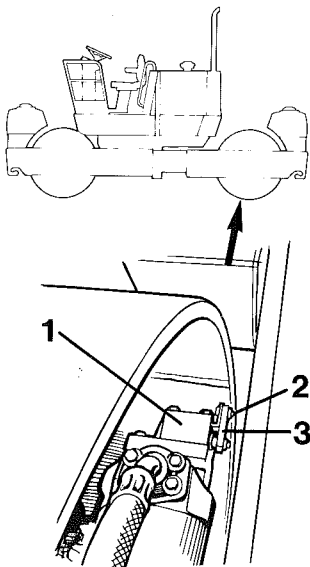

Fig 19
- Ta bort skruven (2) på spolventilen (1) och dra armen (3) uppåt. Se fig 19.
Ställ tillbaka spolventilens arm (3) i ursprungsläge efter bogsering. Se fig 19. Lås med skruven (2).